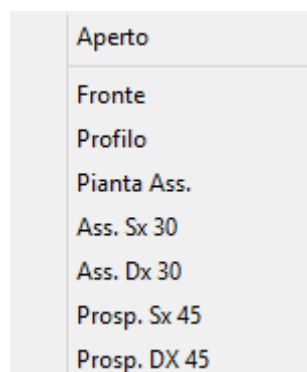

Figura 4.33: Viste
**VISTE:** permette di vedere aperti i box presenti in grafica oppure visualizza il progetto in una delle viste standard, figura 4.33;